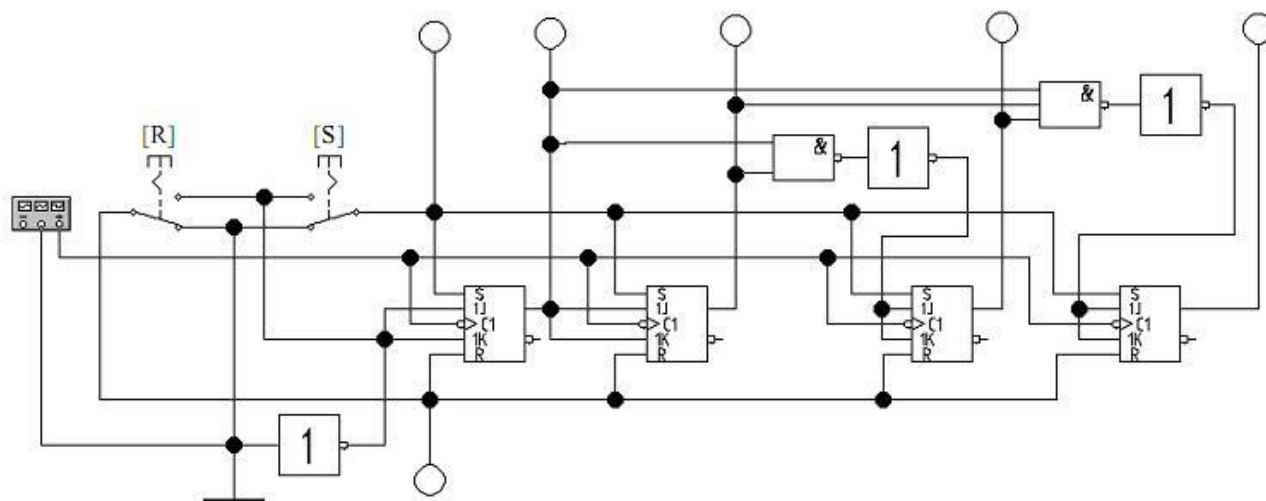

Рис. 4. Схема синхронного двоичного счетчика
5. Соберите схему синхронного двоичного счетчика (см. рис. 4).